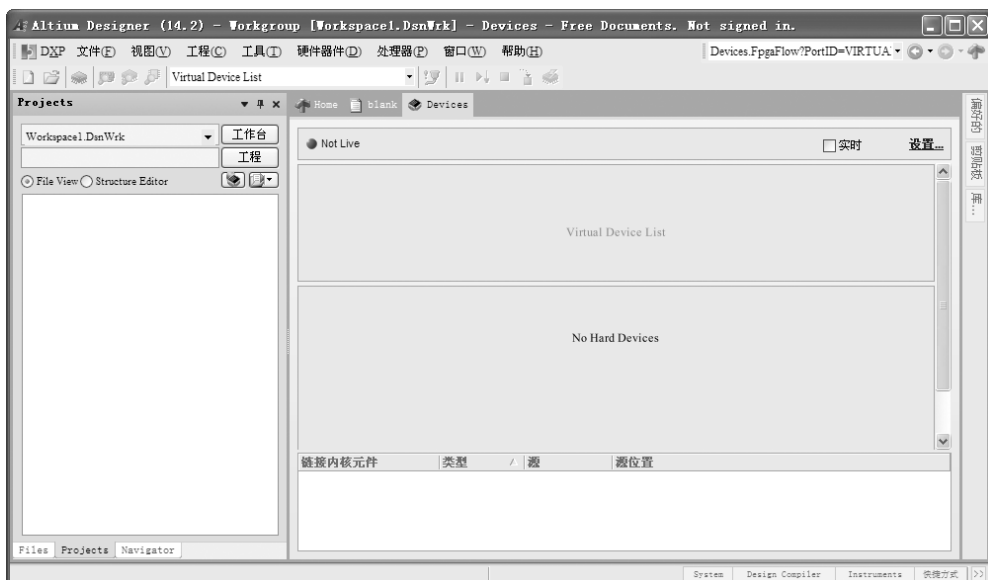
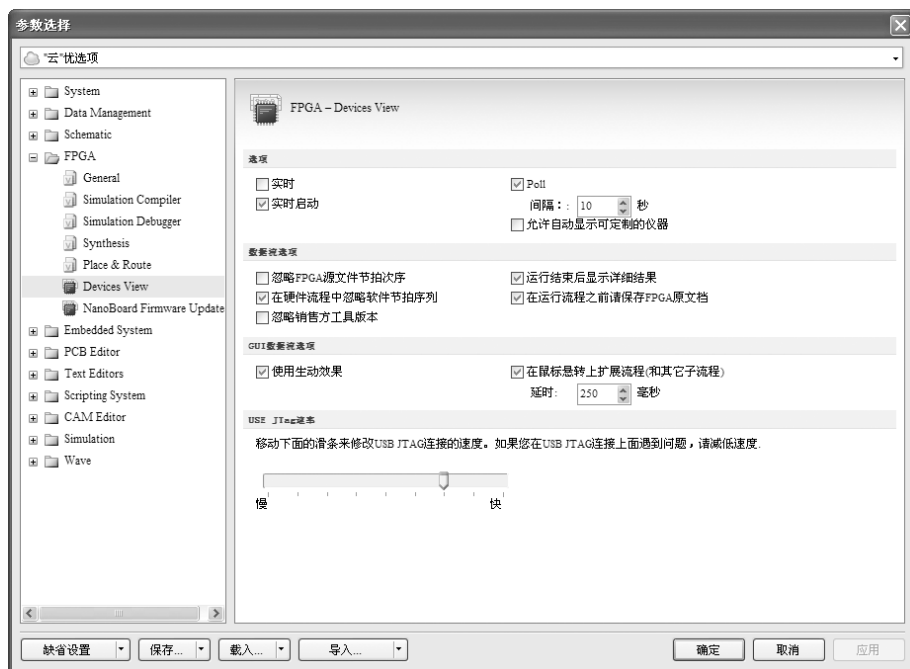

图 1-4 “Device”选项卡
图 1-5 “FPGA Devices View”选项卡
3) “连接的器件”命令：选择该命令在主界面右侧弹出如图 1-4 所示的“Device”选项卡，在选项卡中显示要连接的器件。单击右上角“设置”按钮，弹出“参数选择”对话框，自动打开“FPGA Devediced View”选项卡，如图 1-5 所示。